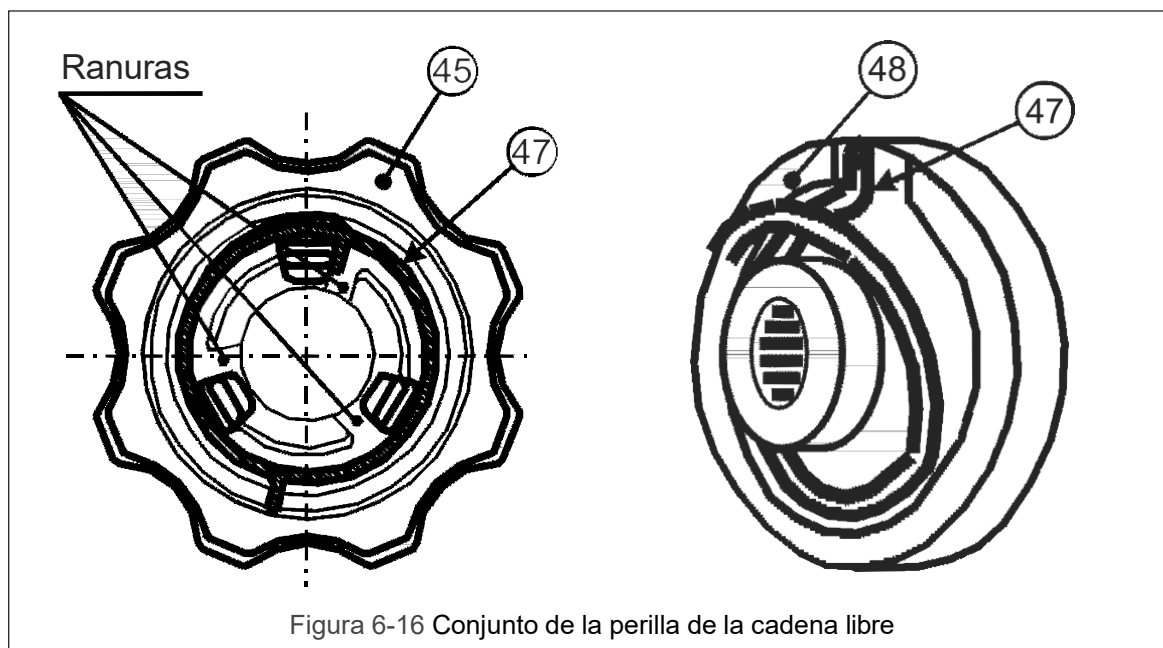

Figura 6-16 Conjunto de la perilla de la cadena libre
- 4)** Gire la palanca del selector hasta la posición de ascenso o descenso para retener temporalmente la perilla libre (45).
- 5)** Enganche el extremo que se proyecta hacia fuera del resorte de la cadena libre (47) sobre la ranura de la parte posterior del sujetador del resorte (48) y enganche el otro extremo (que se proyecta hacia dentro) del resorte sobre la ranura del conjunto de la perilla de la cadena libre (45). Consulte la Figura 6-16.